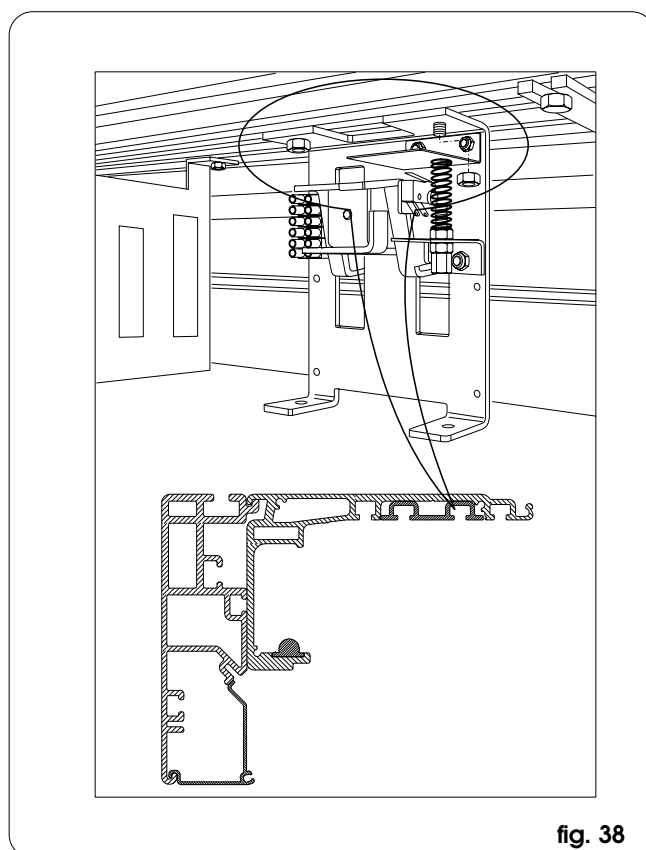

fig. 38
- Il chiavistello viene montato al centro della traversa in sostituzione della staffa centrale e viene bloccato dalle viti presenti nel modulo di azionamento (fig. 38).